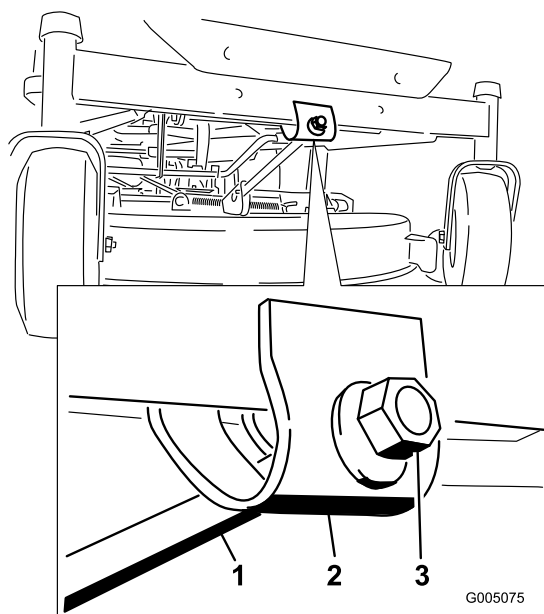

Figura 52
6. Per regolare l'inclinazione longitudinale della lama, ruotate il dado di regolazione nella parte anteriore del tosaerba (Figura 52).